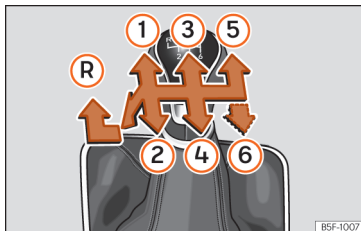

Fig. 89 Esquema de uma caixa de velocidades manual de 5 ou de 6 velocidades.
Na alavanca das velocidades indicam-se as posições das velocidades » » » Fig. 89.
- Com a alavanca das mudanças em ponto morto, pressione-a para baixo, mova-a para a esquerda até ao fim e depois para a frente para selecionar a marcha-a-trás » » » Fig. 89 (R).